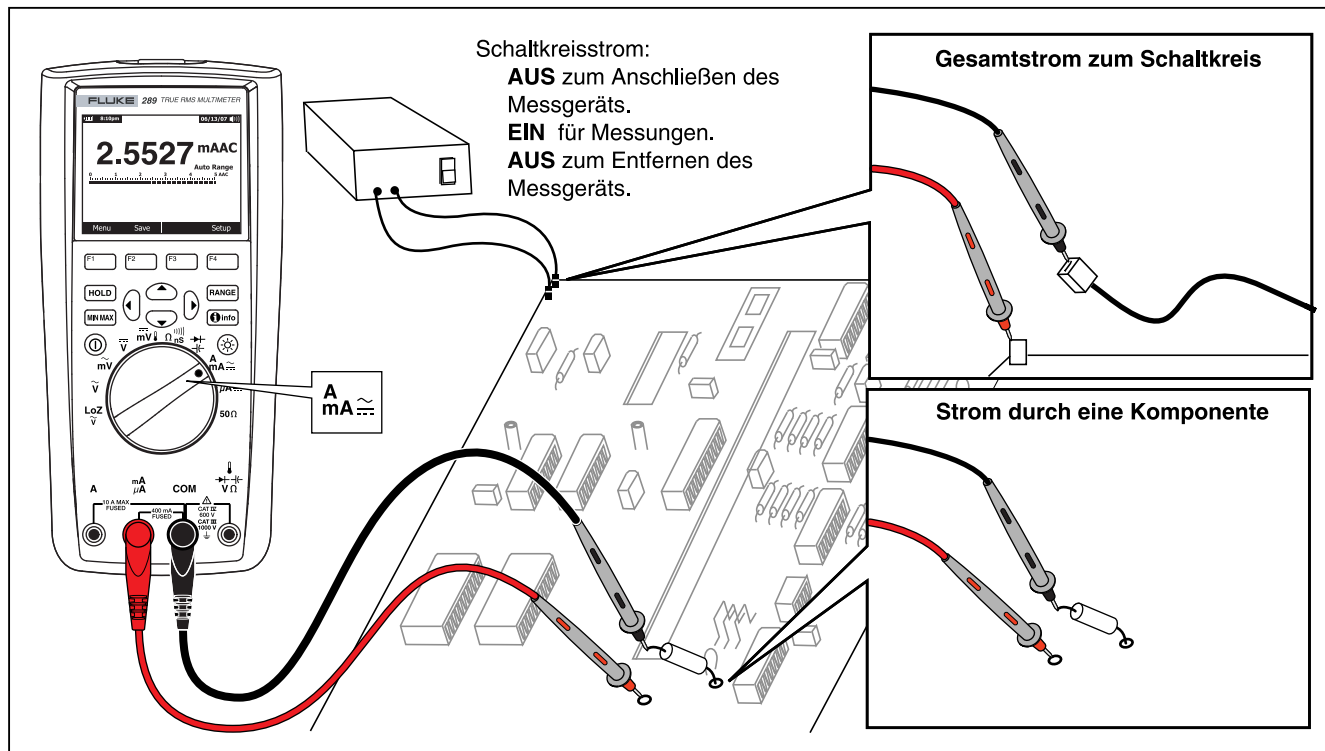

Abbildung 22. Messen von Stromstärke - Schaltkreisverbindung
4. Den zu prüfenden Strompfad öffnen, siehe Abbildung 22. Den roten Messfühler an der positiveren Seite des Bruchs anlegen; den schwarzen Messfühler an der negativeren Seite des Bruchs anlegen. Ein Umkehren der Messfühler zeugt einen negativen Messwert, beschädigt das Messgerät jedoch nicht.